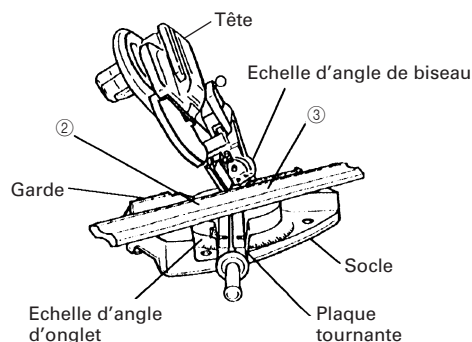
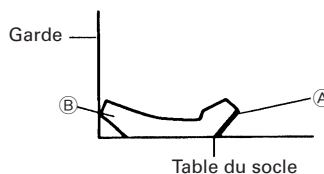

Fig. 39
Fig. 41
(2) Réglage de coupe en corniche complexe aux positions ② et ③ de la Fig. 36 (voir Fig. 39 ; incliner la tête vers la gauche) :
- ① Tourner la plaque tournante vers la droite et régler l'angle d'onglet comme suit :
- ② Incliner la tête vers la gauche et régler l'angle de biseau comme suit :
- ③ Disposer la corniche complexe de façon que la surface supérieure (B sur la Fig. 35) touche la garde comme indiqué à la Fig. 41.